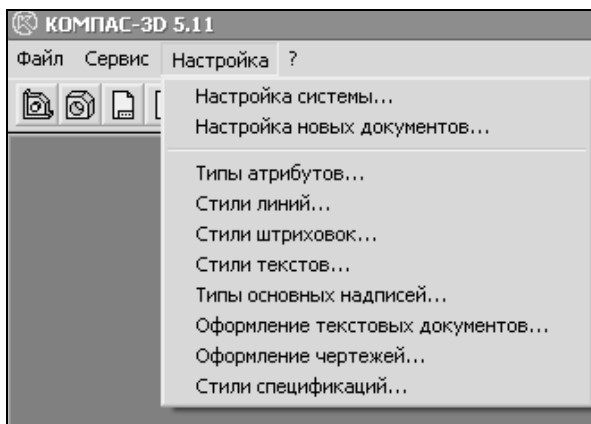

Рис. 2.5. Выпадающее меню пункта **Настройка**
- ❑ щелкните ЛК мыши по пункту **Настройка** (рис. 2.5). Вы видите, что он содержит команды для настройки системы в целом.